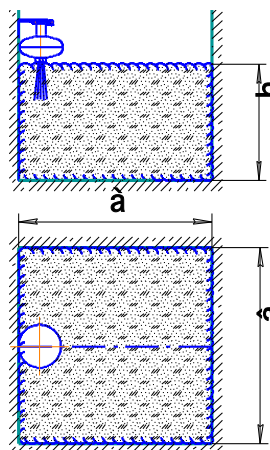

Bild 5
6.6 Die Konfiguration der Pulverausbreitung und die Darstellung der Lösflächen bei der Deckenbefestigung ist auf Bild 4 und den Tabellen 2 und 3, bei der Wandbefestigung auf Bild 5 und in der Tabelle 4 dargestellt.